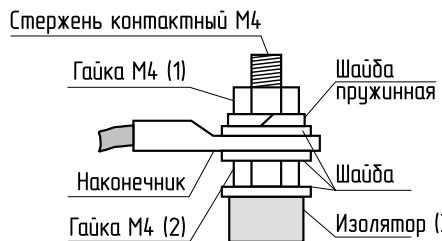

Рис.5 Присоединение проводов к выводам блок ТЭН
- 6.4. При замене блок ТЭН присоединение фазных проводов к выводам блок ТЭН производить согласно Рис.5. Сечение кабеля указано в табл. 1 и 1.1.
- Внимание!** При закручивании гайки M4 (1) во избежание короткого замыкания, при повреждении изоляции (3) и последующего выхода из строя блока ТЭН необходимо зафиксировать (рожковым) гаечным ключом гайку M4 (2). Затяжку гайки M4 (1) производить с усилием 1,8 Нм.